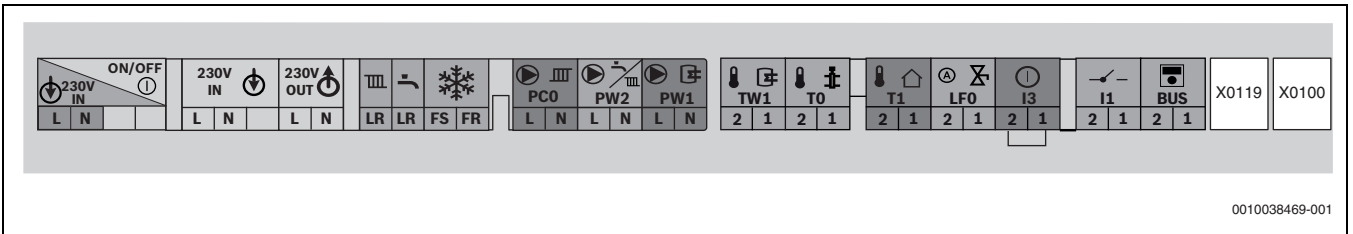

Bild 44 Klemmleiste für externes Zubehör
- ▶ Für Spritzwasserschutz (IP): Zugentlastung entsprechend dem Durchmesser des Kabels abschneiden.
- ▶ Kabel an der Klemmleiste für externes Zubehör (→ Bild 44) anschließen.